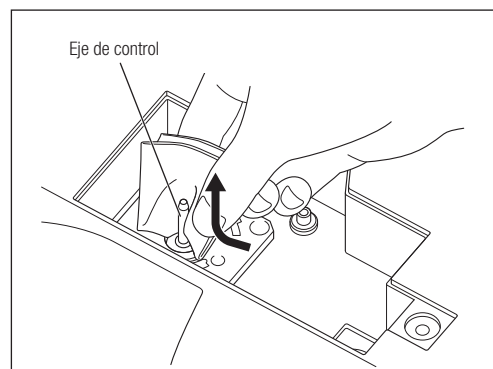

Fig. 55
- Limpie con un paño la suciedad y el agua del eje de control desde abajo (Fig. 55).